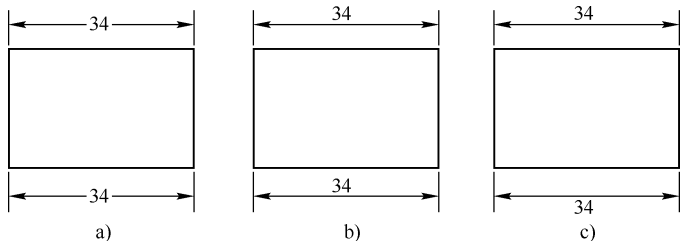

图10-7 文字垂直效果
(1) 【垂直】下拉列表框：用于设置标注文字相对于尺寸线在垂直方向上的相对位置，如图10-7所示。【置中】表示标注文字位于尺寸线的中间；【上方】表示标注文字位于尺寸线上方；【外部】表示标注文字位于远离第一个尺寸定义点的一侧；【JIS】表示按照JIS规则放置标注文字。